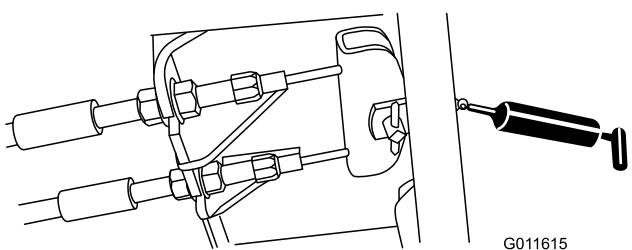

Figure 45
- Pédale de frein (1) (Figure 45)